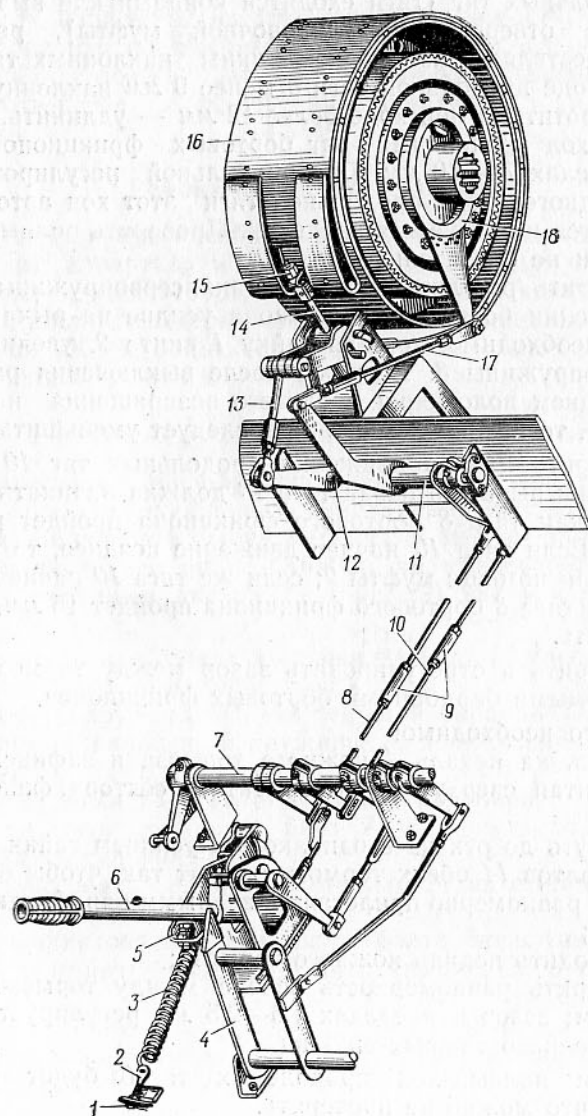

Рис. 31. Приводы управления бортовыми фрикционами и тормозами:
1. Проверить свободный ход продольной тяги 8 (рис. 31) привода управления бортового фрикциона.